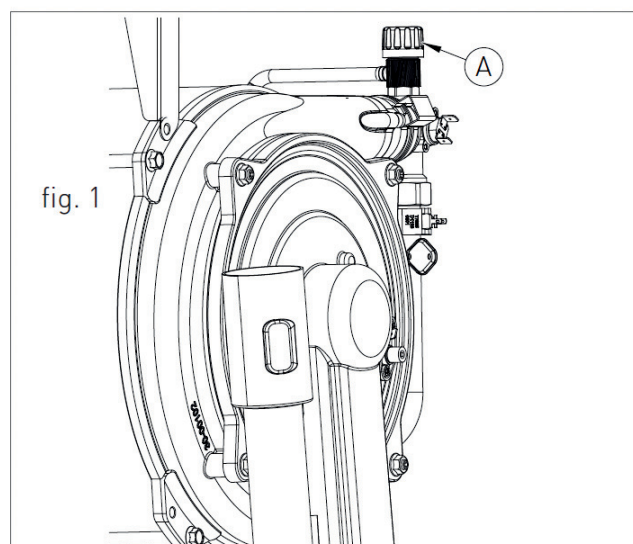
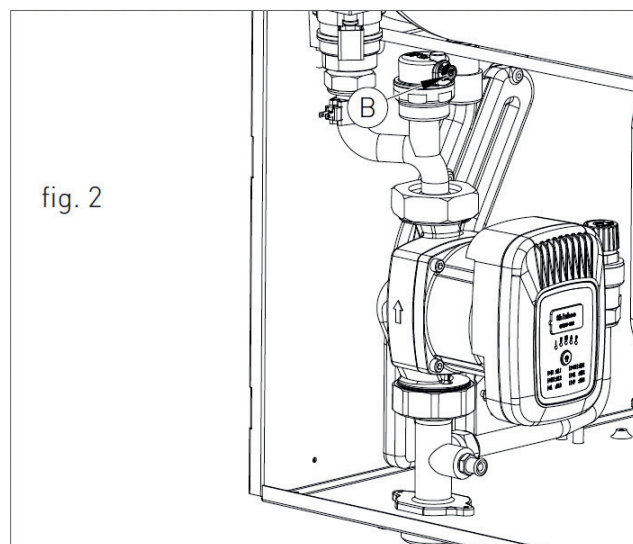

fig. 1
fig. 2
2. Agăță ochiurile centralei în cârligele suportului (fig. 2)
1. Desfaceți manual supapa de aerisire (A - fig. 1) situată în partea superioară a fiecărui schimbător în condensare și slăbiți ușor capacul supapei jolly (B - fig. 2).
7. La finalul operațiunilor, închideți supapa de aerisire amplasată în partea superioară a blocului de condensare (A - fig. 1).
Umpleți sifonul de colectare a condensului astfel (vezi fig. 1):
› Cu ajutorul unui pahar, turnați apă în orificiul de evacuare a gazelor arse al schimbătorului de căldură (vezi fig. 1), până când sifonul este umplut până la punctul superior „T” (fig. 1);
› demontați carcasa frontală a centralei (consultați capitolul ACCESAREA CENTRALEI); desfiletați șuruburile și scoateți placa „A” (vezi fig. 2);
› după îndepărtarea plăcii, conectați cablurile electrice la borna „B” (vezi fig. 2):